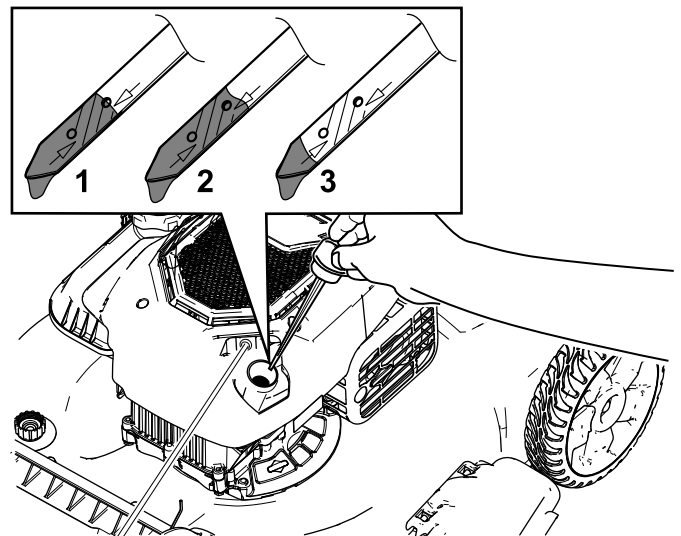

Figura 25
- Retire la varilla girando el tapón en el sentido contrario a las agujas del reloj y tirando del mismo (Figura 25).
- Observe en la varilla el nivel de aceite (Figura 25).